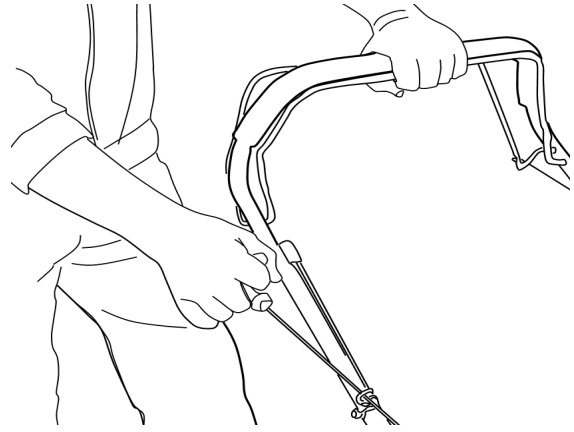

Abb. 13
- 2) Zum Starten des Motors ziehen Sie den Bremshebel an den Griff heran und ziehen Sie am Griff des Seilzugstarters (Abb. 13).
- 1) Zum Betätigen des Radantriebs ziehen Sie den Fahrhebel an den Griff heran (Abb. 13).